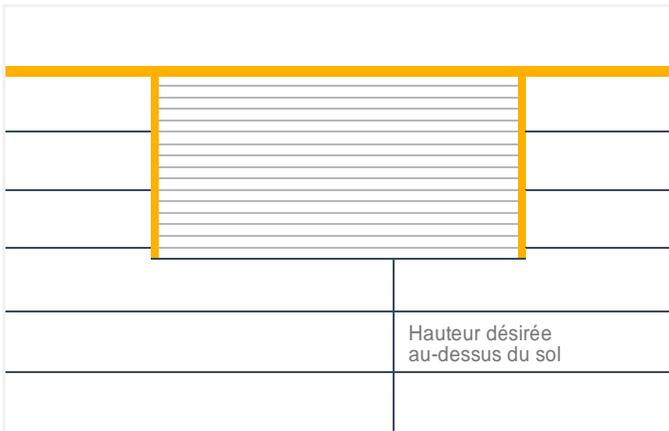
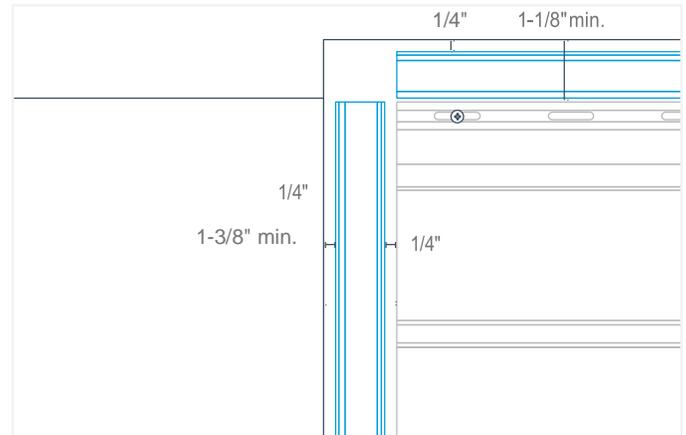

Fig. 7
Fig. 8
- Consultez le diagramme ci-dessous pour connaître la disposition recommandée de l'installation (Fig. 7) et les mesures d'espacement appropriées (Fig. 8). Il est essentiel de laisser un espace suffisant entre les panneaux pour murs et plafonds et la zone des panneaux SlatWall pour le kit de moulure en H encliquetable. L'espacement suggéré est le même pour les orientations d'installation horizontale et verticale des panneaux pour murs et plafonds Trusscore.